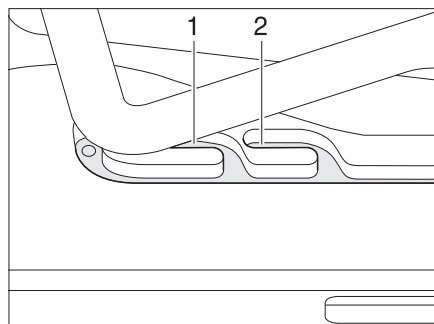
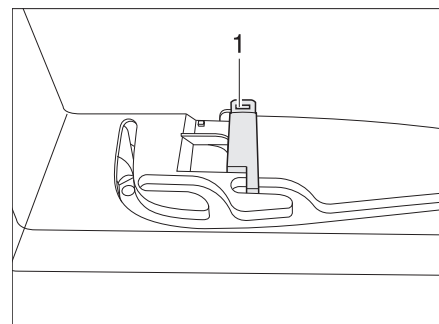

Bild 46 Heki-takluckan i ventilationsläge
Bild 47 Lås ventilationsläge
Heki-takluckan kan ställas i två ventilationslägen: Läget för dåligt väder (Bild 46,1) och mittläget (Bild 46,2). Beroende på modell kan takluckan låsas i mittläget med spärren (Bild 47,1).
- Tryck bygel lätt uppåt och skjut in den i det valda spåret (Bild 46,1 eller&nbsp;2) och lås eventuellt.